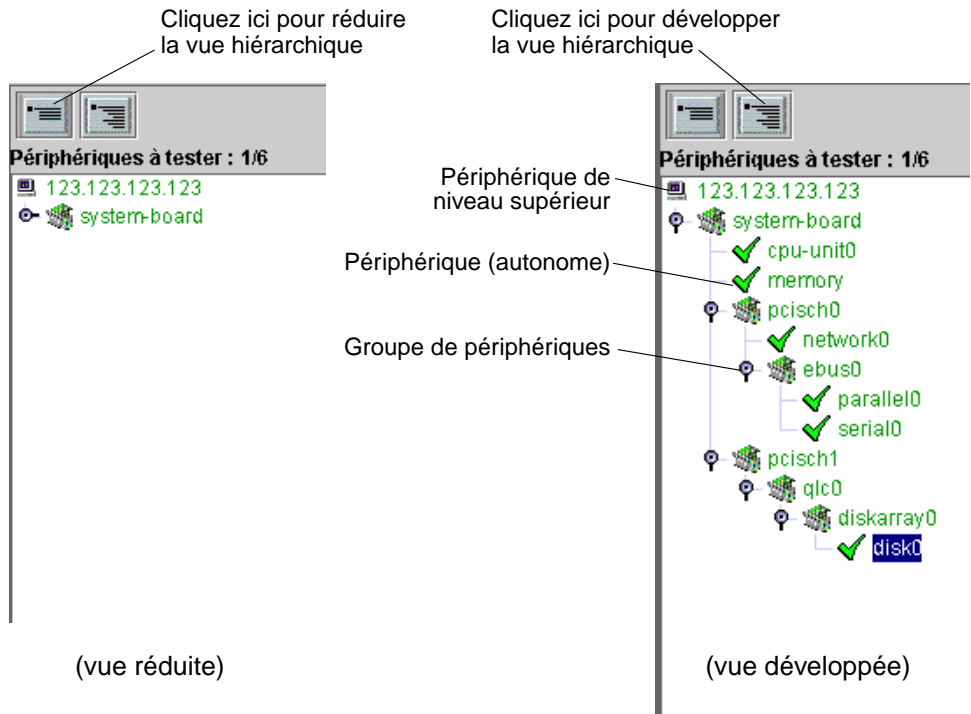

FIGURE 4-1 Développement de la vue hiérarchique
1. Si nécessaire, développez la vue hiérarchique pour afficher les périphériques de l'hôte en cliquant sur l'un des boutons de la vue hiérarchique (FIGURE 4-1).
Le périphérique est mis en surbrillance comme indiqué à la FIGURE 4-1.